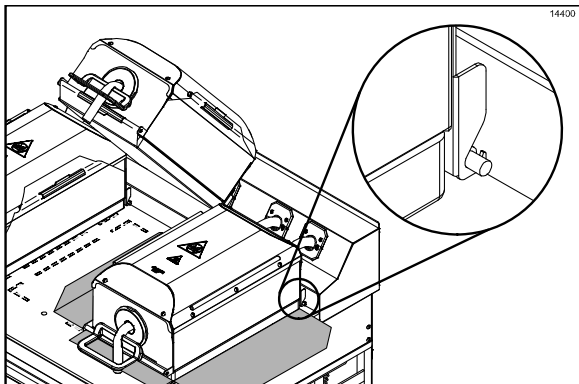

Figure 9
2. Engager la barre de retenue de la feuille dans les crochets fournis sur la gaine (Cf. Figure 9).